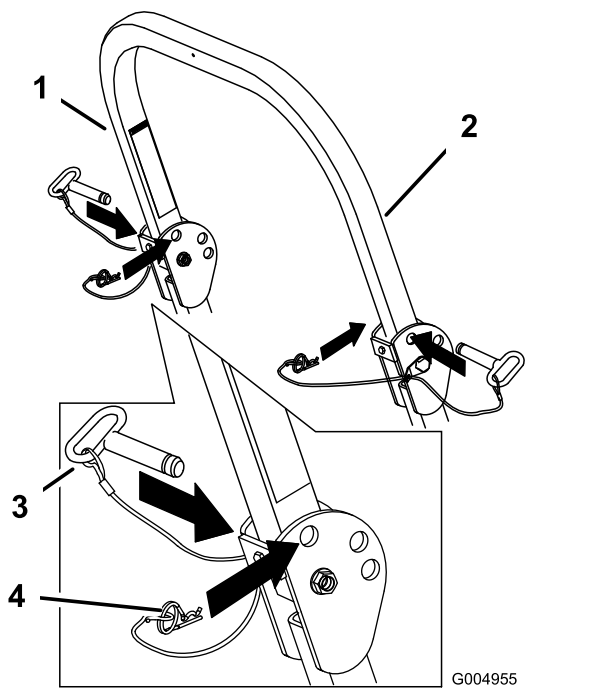

Figura 9
1. Îndepărtați tifturile în formă de agrafă și îndepărtați cele două tifturi (Figura 9).
3. Montați cele două tifturi și fixați-le cu tifturile în formă de agrafă (Figura 9).
2. Ridicați bara antiruliu în poziția verticală, montați cele două și fixați-le cu tifturile în formă de agrafă (Figura 9).